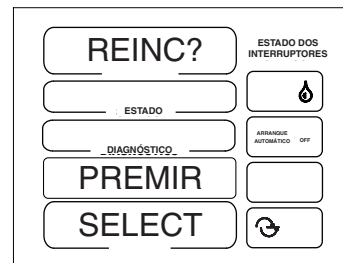

Figura 52-1
3. Quando rodar o seccionador do painel de comando para ON, manter  e  premidos em simultâneo, até que o ecrã Reiniciar seja apresentado. Ver a figura 52-1.